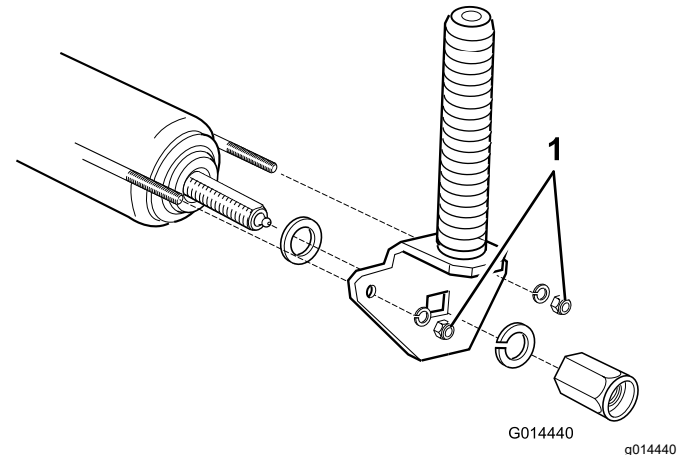

Figura 83
2. Aperte as porcas com quatro voltas completas para tensionar corretamente o fio (Figura 83).